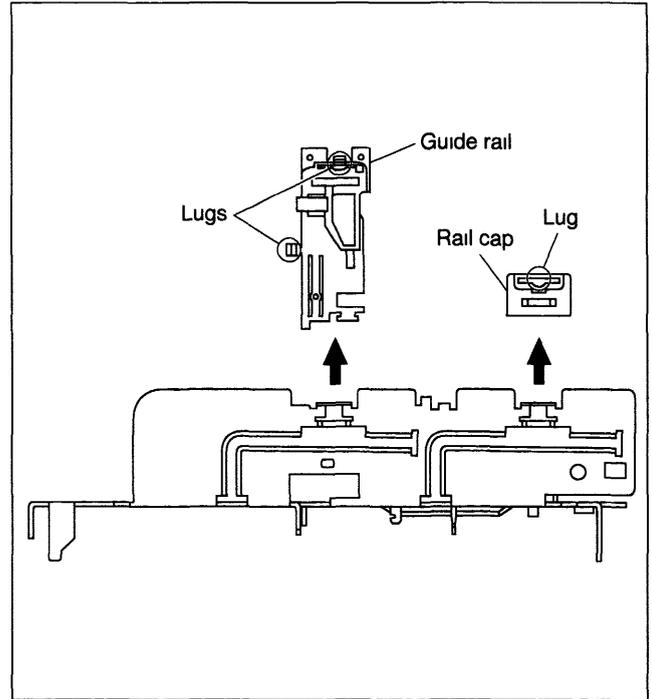

Fig 2-2-2
- (1) Remova o trilho guia (guide rail) e a tampa do trilho (rail cap) (Veja Fig 2-2-2) (2 travas (lugs), uma no trilho guia e uma na tampa do trilho)